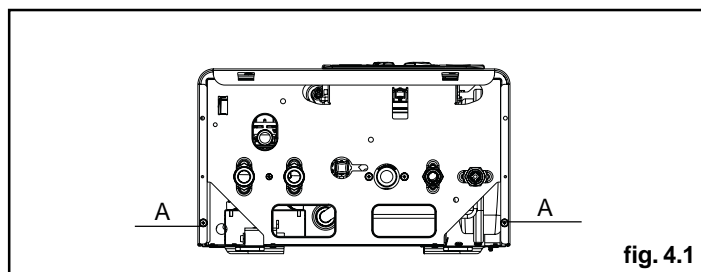

fig. 4.1
- Quitar la carcasa destornillando los tornillos de fijación A (fig. 4.1)